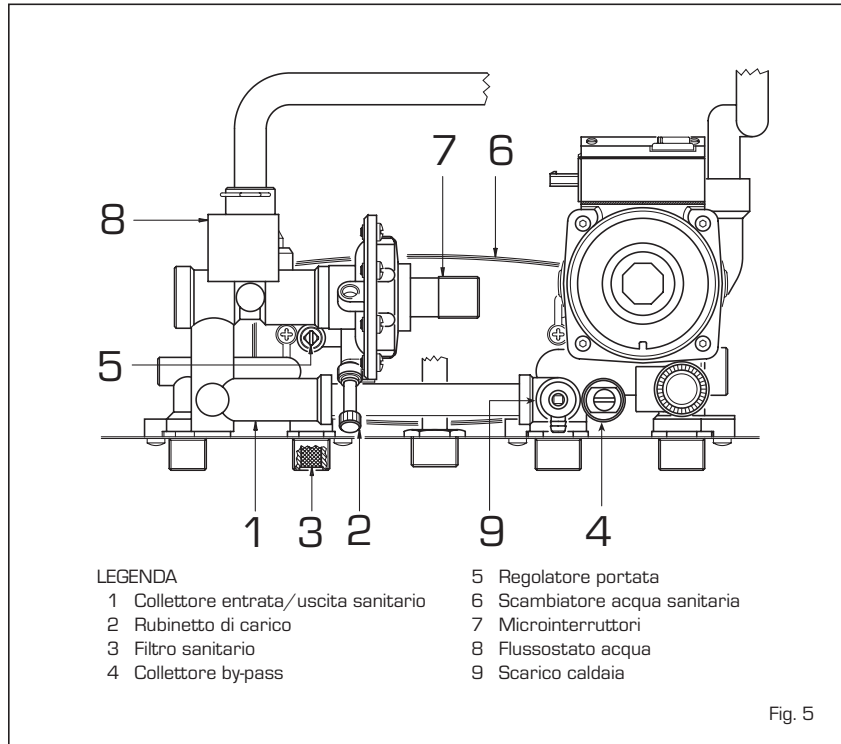

Fig. 5
- Aprire il rubinetto di carico (2 fig. 5) fino a quando la pressione indicata dall'idrometro arriva a **1 bar**.
Per svuotare l'impianto spegnere la caldaia e agire sulla valvola di sfiato (9 fig. 5).